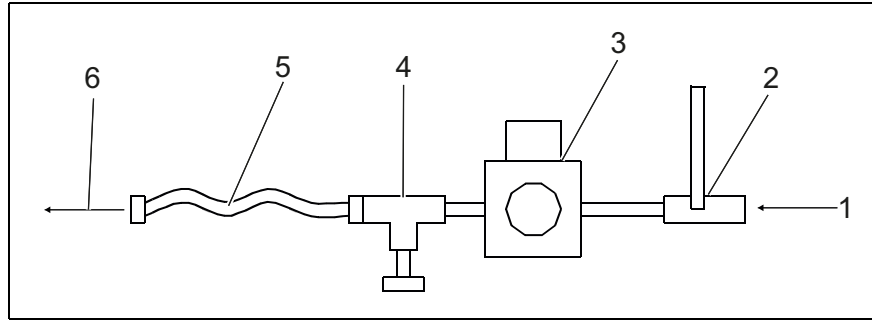

Fig. 7: Pièces pour le raccordement sur l'alimentation pneumatique du client
- Fixer la soupape d'arrêt (2), le régulateur de pression (3) et la pièce en T (4) sur la paroi de la rampe.
- Poser et raccorder le tuyau (5) de la pièce en T (4) avec le soufflet du dispositif de tension (6).
- Raccorder l'alimentation pneumatique côté client (min. 3,5 bar) sur la soupape d'arrêt (2).
- Ouvrir l'alimentation pneumatique et régler la pression avec le régulateur (3) conformément aux valeurs indiquées sur l'autocollant (fig. 7 ou 8).